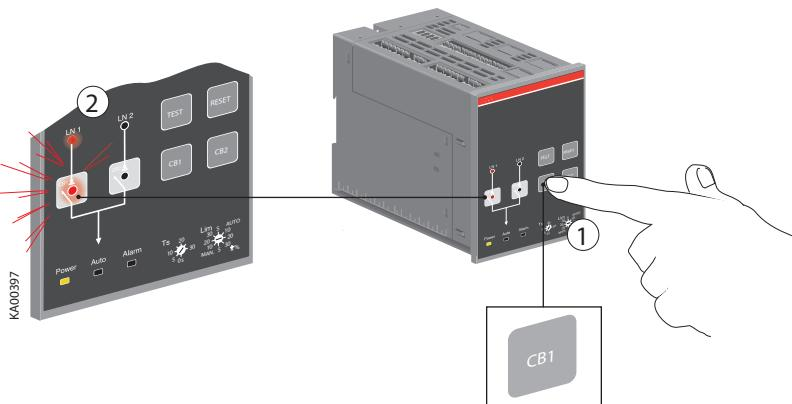

Рисунок 4.2 Выбрав рабочую линию, состояние выключателя и выбранной линии отображается с помощью светодиодов блока ATS021
- Затем нажмите кнопку CB1 (смотри рисунок 4.2/ ①), автоматический выключатель CB1 будет включен (состояние и индикацию линии смотри на рисунке 4.2/②) и автоматический выключатель CB2 будет включен. Пока автоматический выключатель CB1 включен, горит светодиод CB1(смотри рисунок 4.2). При переключении светодиод CB1 мигает раз в полсекунды. Если выключатель CB1 включен, то нажатие на кнопку CB1 отключит его.